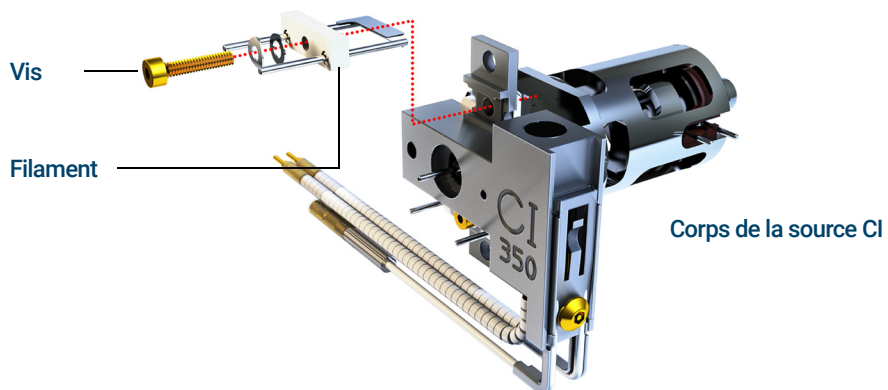

Figure 81. Changement du filament de la source CI
- 4 Retirer la vis maintenant le filament dans la source CI. (Voir **Figure 81**.)
- 5 Faire coulisser le filament hors de l'ensemble de la source CI. (Voir **Figure 81**.)
- 2 Placer le nouveau filament en position dans le corps de source d'ions. (Voir **Figure 81** page 270.)
- 3 Fixer le filament dans le corps de source d'ions avec la vis. (Voir **Figure 81** page 270.)